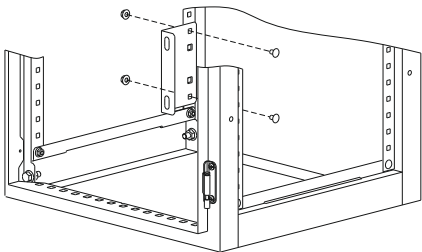

Рисунок 21
15.1 Приложите кронштейн шин с внутренней стороны боковой поверхности задней стойки корпуса. Вставьте по очереди в квадратные отверстия два болта М6×10 и закрепите гайками М6 (рисунок 21). Момент затяжки 5 Н·м.